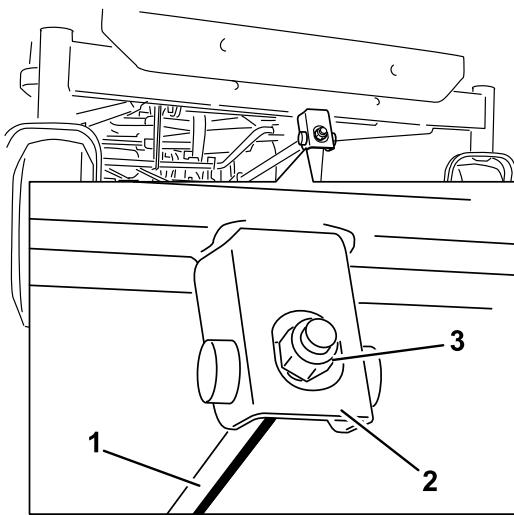

**Figura 72**
4. Girate con cautela le lame in modo che siano disposte longitudinalmente (Figura 71 e Figura 72).
5. Misurate il valore dalla punta della lama anteriore e dalla punta della lama posteriore alla superficie piana (Figura 71 e Figura 72).
- 9. Dopo la regolazione, ricontrolate l'inclinazione longitudinale e continuate la regolazione del dado finché la punta della lama anteriore non è più bassa di 1,6–7,9 mm rispetto a quella posteriore (Figura 71 e Figura 72).